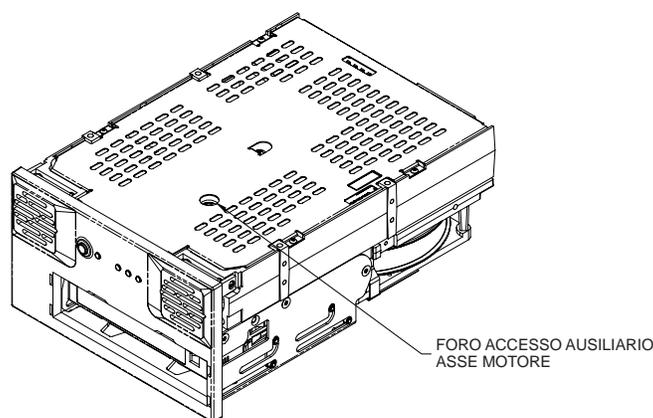

Figura 20. Diagramma parte inferiore del Viper 200 col foro ausiliario di accesso al motore
4. Inserire la chiave a brugola da 1,5 mm nel foro visibile nella parte inferiore in Figura 20. Ruotare lentamente la chiave a brugola in senso orario per riavvolgere il nastro nella cartuccia. L'operazione può essere lunga.